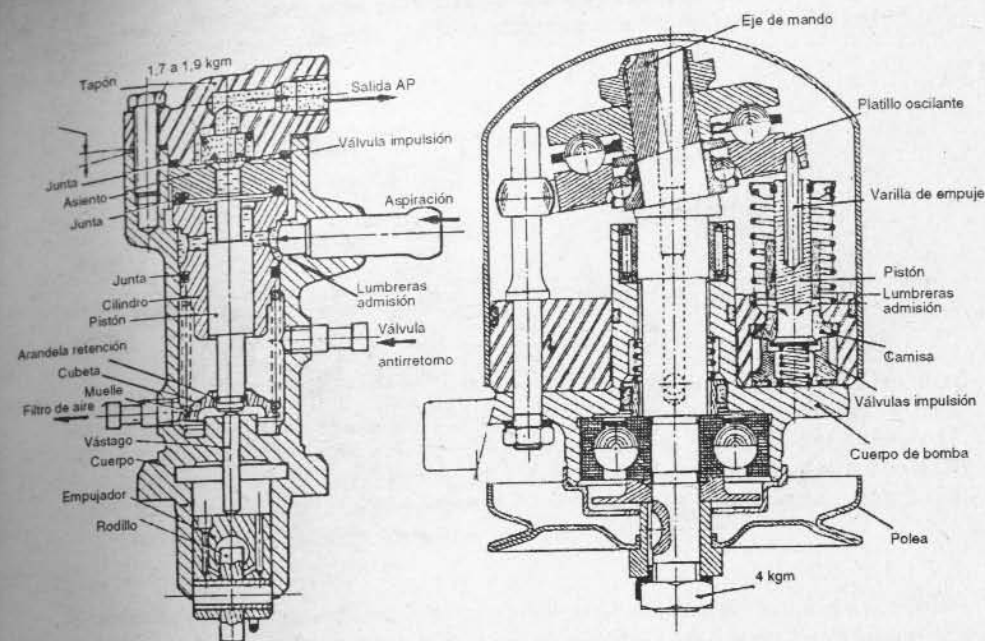

Fig. 1-25.— Bombas de alta presión, monocilíndrica y de 7 pistones, de GS y CX
18. Bombas de alta presión.— Las bombas monocilíndricas (Fig. 1-25) se emplean en la suspensión hidroneumática de los Citroën GS, CX y otros.